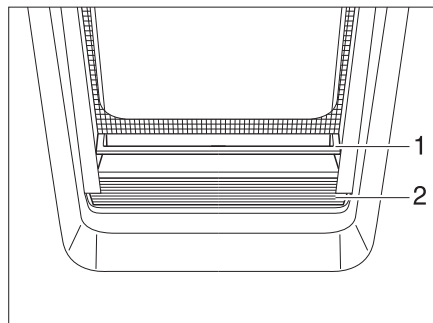

Fig. 26 Dispositif occultant plissé
- Saisir le dispositif occultant plissé (Fig. 26,2) au centre du rebord de saisie (Fig. 26,1), tirer de bas en haut et relâcher à la hauteur désirée. Le dispositif occultant plissé reste alors à cette hauteur.